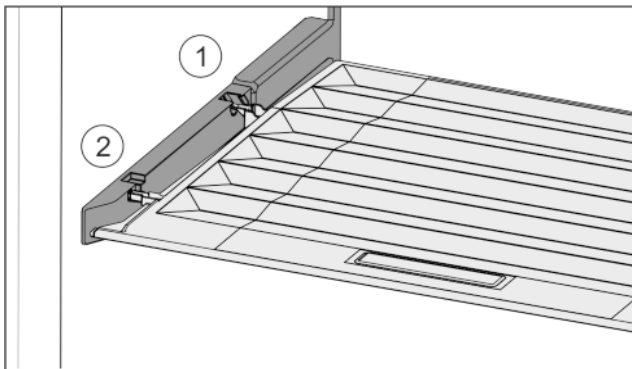

Fig. 33
- ▶ Introduire les rainures du couvercle par l'orifice du support arrière Fig. 33 (1) et les enclencher à l'avant dans le support Fig. 33 (2).